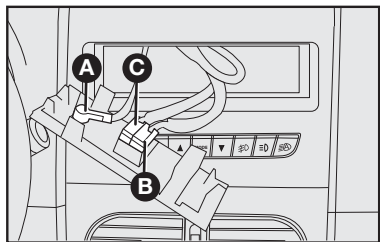

fig. 127
- cabo e plugue de alimentação elétrica para o autorrádio C-fig. 127.
**A–fig. 127.**
– cabos e plugue para conexão dos alto-falantes e tweeters **B–fig. 127.**
– cabo de alimentação do autorrádio **C–fig. 127.**
– cabo para alto-falante dianteiro e traseiro **B–fig. 127.**